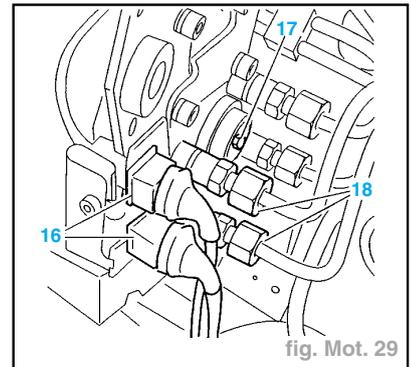

fig. Mot. 29
- Débrancher les 2 connecteurs (16) (fig. Mot. 29) :